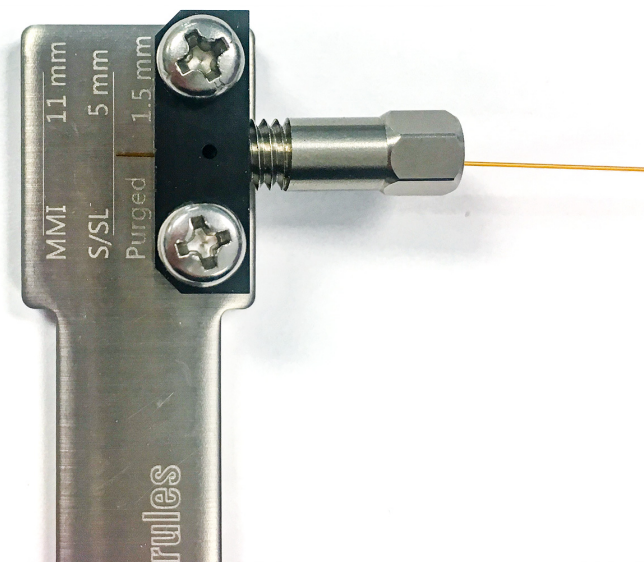

图 14. 将色谱柱螺母旋入套接工具
- 4 将色谱柱螺母松动地旋入套接工具，直至您开始感觉到阻力。色谱柱仍应自由滑动。请参阅图 14。